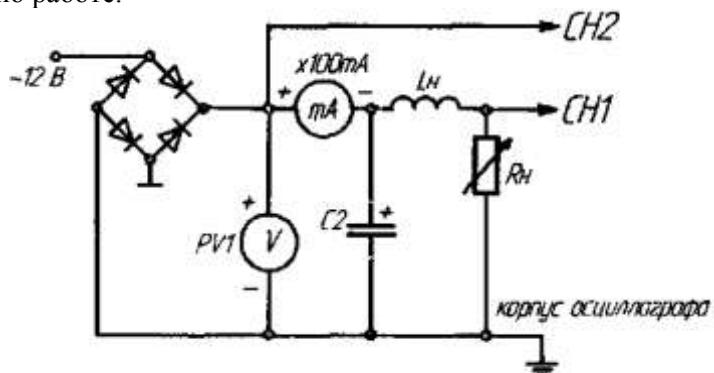

Рис. 4
1) Собрать схему по рис. 4. Установить заданное значение тока нагрузки  $R_H$ . В качестве вольтметра использовать  $PV1$ . Подключить входы осциллографа;